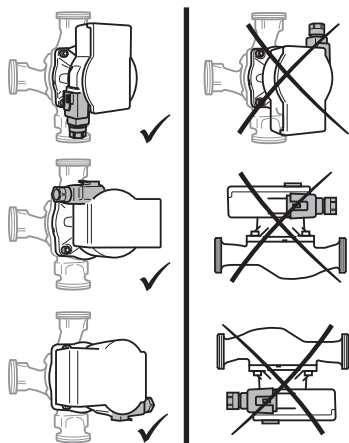

Fig. 2: Posizioni di montaggio
- Scegliere il luogo di installazione conformemente alla posizione di montaggio consentita (Fig. 2).
- Rispettare la posizione di montaggio consentita (Fig. 2) della pompa, all'occorrenza ruotare la testa motore (2 + 6).
- Attenersi alla posizione di montaggio consentita (Fig. 2) tenendo conto della freccia di direzione del flusso riportata sul corpo pompa (1).
- Stringere le 4 viti del corpo (5).